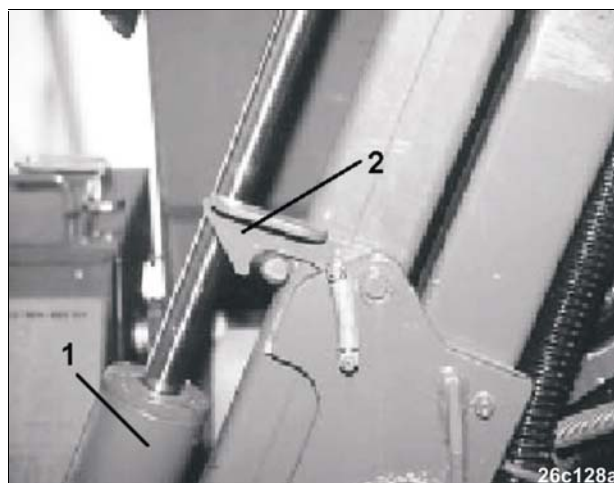

Рис. 133
- Приведите в действие гидравлический цилиндр (Рис. 133/1) и приведите внешние высевающие аппараты в транспортное положение и заблокируйте при помощи защелки (Рис. 133/2), как изображено на иллюстрации.